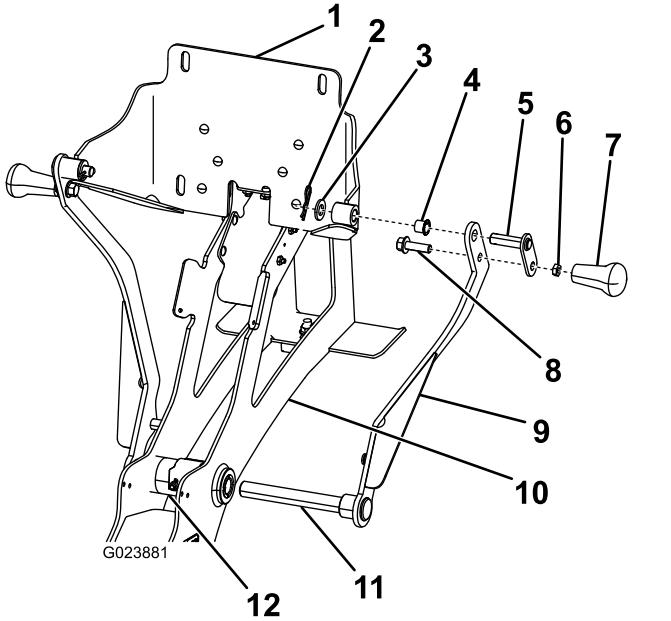

Рисунок 6
- Проденьте ось правого рычага люльки сквозь вал шарнира (Рисунок 6).
- Подсоедините, не затягивая, левый рычаг к открытой оси с другой стороны рамы. (Рисунок 6).
- На узле опорной пластины вставьте 2 малых втулки в оси поворота опорной пластины (Рисунок 6).
- Установите узел опорной пластины между верхними отверстиями в каждом рычаге. (Рисунок 6).
- Проденьте ось поворота сквозь верхнее отверстие в рычаге и узле опорной пластины. (Рисунок 6).
- Прикрепите рукоятку к узлу опорной пластины с помощью плоской шайбы и шплинта, как показано на Рисунок 6.
- Прикрепите рукоятки к нижним отверстиям в рычагах (Рисунок 6) с помощью болта (3/8 x 1 1/4 дюйма) и контргайки (3/8 дюйма).
- Прикрепите верхнюю ось поворота левого рычага люльки к опорной пластине с помощью шайбы (1/2 дюйма) и шплинта (Рисунок 6).